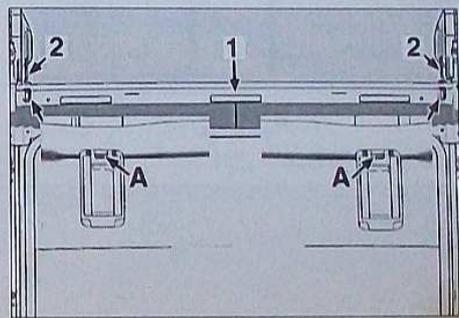

FIG. 65
À l'aide d'un tournevis fin, déclipser les 2 ressorts (2), à l'arrière du cadre des volets occulteurs (1) en A (Fig.65).